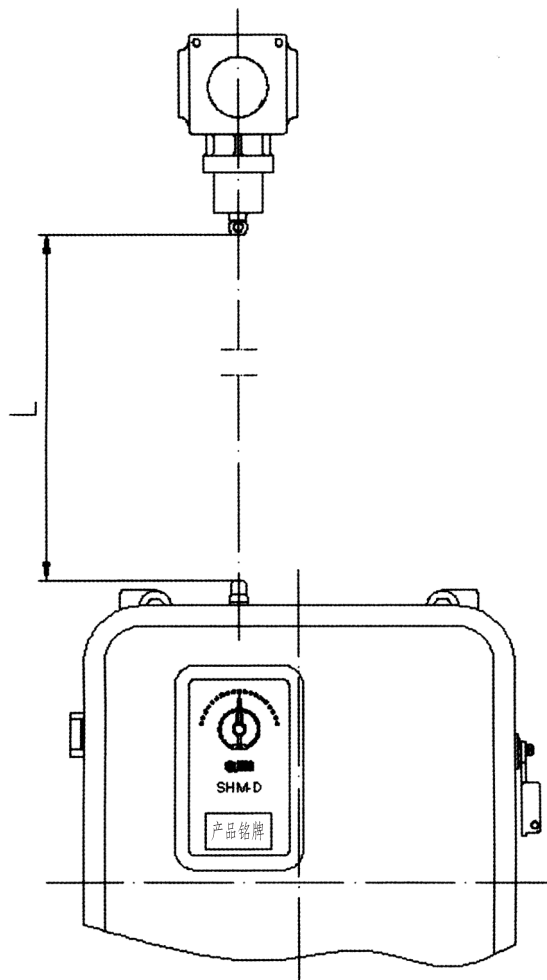

图 2
6.2.2 随开关提供的传动轴最大长度为 2m，用户需实际测量机构输出轴顶端至中间齿轮盒轴端的长度，如图 2，传动轴需要的长度为 $L-5\text{mm}$ ，请用户自行改短长度。
附图 2 SHM-DL 外形图